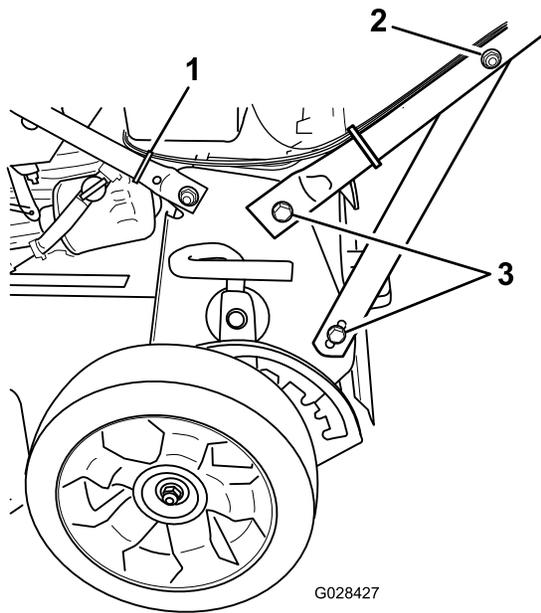

Figura 4
4. Serrate i dispositivi di fissaggio che sostengono la stegola su entrambi i lati della macchina, come illustrato nella Figura 4.
2. Dado sulla staffa di supporto della stegola (2)
3. Bullone (4)
5. Montate una fascetta per cavi per fissare i cavi alla stegola inferiore, nel punto illustrato nella Figura 4 e tagliate via il materiale in eccesso dalla fascetta.